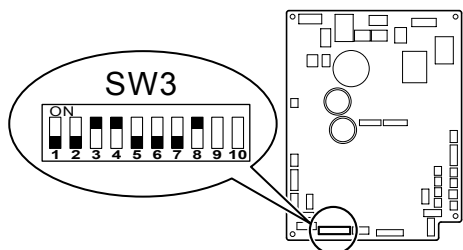

Fig. 6-2
6.2. Installazione dell'unità interna inserita (da eseguire) (Fig. 6-2)